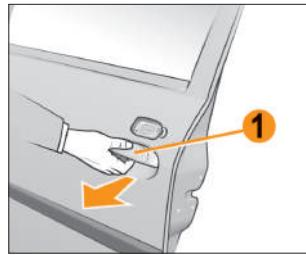

Рис. 1.4.1. Открытие боковых дверей снаружи
**Передние и задние двери:** при предварительно разблокированной двери возьмитесь рукой за ручку 1 (рис. 1.4.1) снизу и потяните ее на себя.